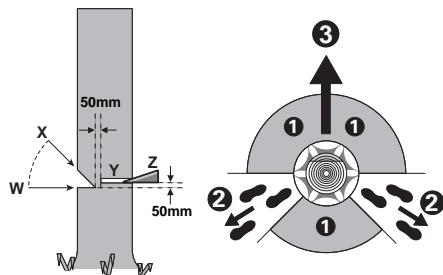

Figura 1
Antes de abater, deverá planear um caminho de fuga e é necessário abrir um caminho. O caminho de fuga deve estender-se para trás e na diagonal para a parte traseira da linha de queda esperada, conforme ilustrado na Figura 1. Antes de abater uma árvore, deverá considerar a inclinação natural da árvore, a posição dos galhos maiores e a direção do vento, para poder avaliar a direção na qual a árvore tende a cair.
Realize o entalhe em 1/3 de diâmetro da árvore, perpendicularmente à direção da queda, conforme ilustrado na Figura 1. Primeiro fazer o corte horizontal inferior (W). Desta forma evita-se que a corrente de serra ou o carril de guia emperre ao fazer o segundo corte (X).
Realize o corte (Y) traseiro de abate a pelo menos 50 mm mais alto do que o corte de entalhe horizontal, conforme ilustrado na Figura 1. O corte de abate deve ser executado paralelamente ao corte horizontal da boca. O corte de abate só deve ser feito de modo que ainda permaneça uma parte não cortada (dobradica) entre a linha de abate e a boca. A dobradiça evita que a árvore possa virar e tombar para o lado errado. Não cortar a dobradiça.